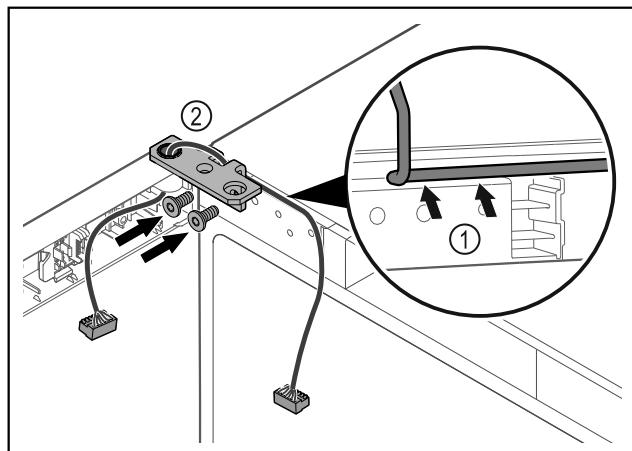

Fig. 62
- Проведите кабель через отверстие в шарнирном уголке и аккуратно уложите его Fig. 62 (1).
- Привинтите шарнирные уголки Fig. 62 (2).